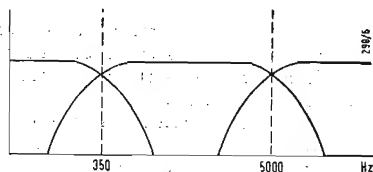

**Fig. 1** ▲
**R** - Le resistenze di griglia dello stadio finale (fig. 1 di pag. 26 del n. 7 - luglio '57) de-
3) Pubblicammo le curve di risposta e di distorsione dell'amplificatore 11 W descritto a pag. 29 del n. 7-57 in fig. 1 sono date le curve in funzione della frequenza e della regolazione dei toni: col potenziometro degli acuti al massimo e con quello dei bassi al mi-
nimo, si esaltano i 20 kHz di +10 dB e si attenuano i 20 Hz di -10 dB; viceversa col regolatore degli acuti al minimo e con quello dei bassi al massimo si esaltano i 20 Hz di +10 dB e si attenuano i 20 kHz di circa -20 dB; nelle posizioni intermedie dei regolatori di toni si possono ottenere tutte le condizioni comprese fra gli estremi di fig. 1, quindi anche la costanza della risposta fra 20 e 20.000 Hz.